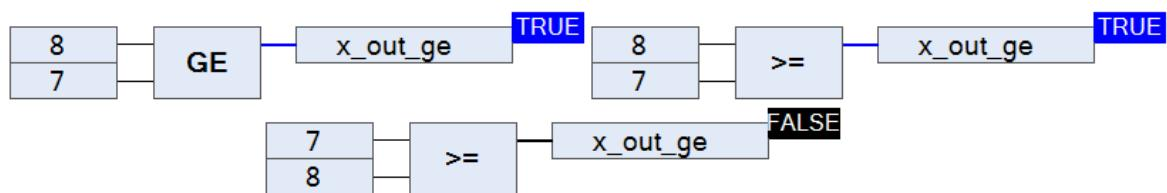

Рисунок 2.33 – Оператор сравнения «Больше или равно»
**Оператор сравнения «Больше или равно».** Оператор сравнения «Больше или равно» может обозначаться письменно как «GE», так и символично «>=». Работает следующим образом: если значение первого входа больше или равно значению второго – результатом будет логическая единица, иначе – логический ноль (рис. 2.33).